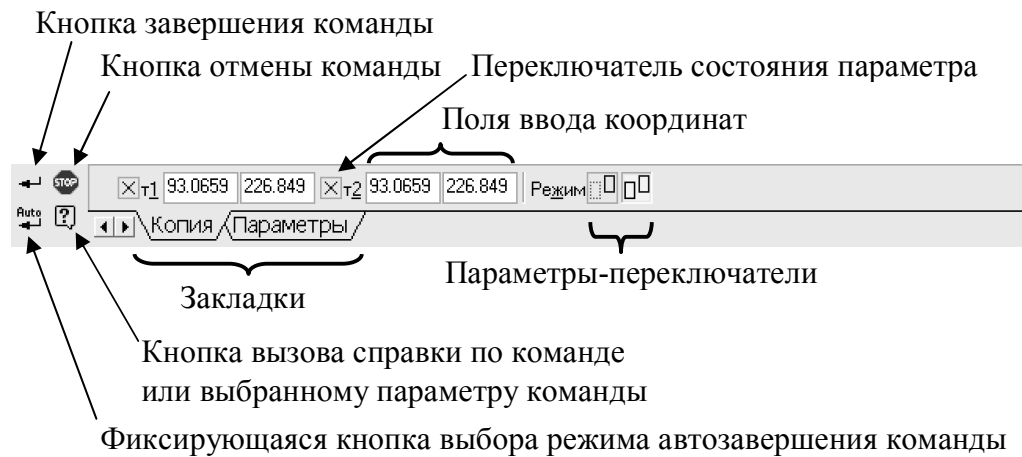

Рис. 7 Панель свойств
Для ввода координат на панели свойств могут присутствовать спаренные поля, первое из которых соответствует координате  $X$ , второе –  $Y$  (поля ввода координат на рис. 7). Значения параметров-координат в системе «Компас» можно устанавливать двумя основными способами:
2. вводом численных значений-координат в панели свойств (см. рис. 7). Ввод необходимо завершать клавишей «Enter» только после того как будут указаны оба значения.
Кроме параметров, имеющих численные значения, для ряда команд на панели свойств присутствуют параметры-переключатели (см. рис. 7), которые устанавливаются нажатием на одну из соответствующих кнопок на панели свойств.
ров собрана в отдельной закладке на панели свойств (см. рис. 7) и вызывается «щелчком» по ней.